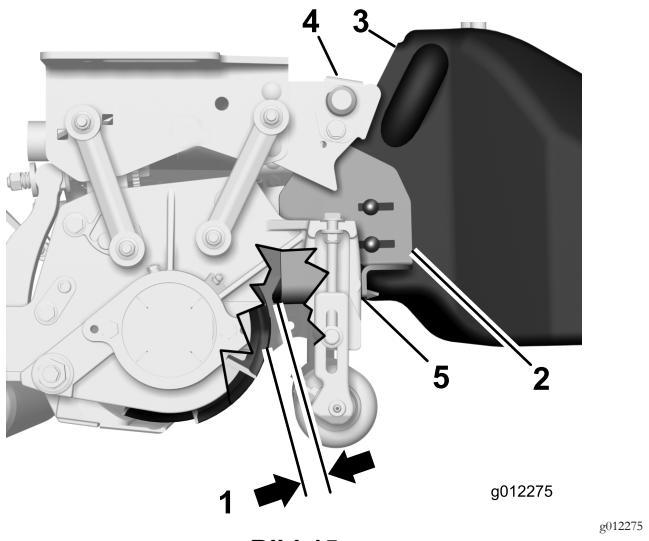

Bild 15
- Lösen Sie an jedem Ende des Korbs die Schlossschraubenmuttern, mit denen die Korbanschlaghalterungen am Grasfangkorb befestigt sind (Bild 15).
- Positionieren Sie den Fangkorb so, dass er parallel mit der Schneideeinheit ist, und dass ein Mindestabstand von 6 mm zwischen der Fangkorblippe und der Spindel besteht (Bild 15).